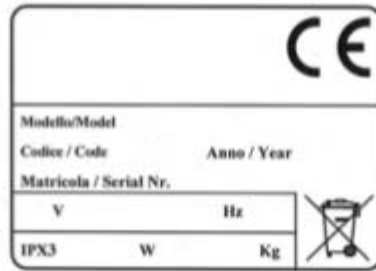

Fig.1 – Abb.1
Внимательно прочитайте указания, приведенные в данной инструкции. Храните ее в легкодоступном месте. Перед подключением прибора убедитесь что напряжение в сети, соответствует напряжению, указанному на табличке (рис. 1). Перед выполнением любой операции отключайте прибор от электросети. Установка должна осуществляться специалистом в соответствии с действующими правилами. Прибор должен быть установлен под вытяжкой и соответствовать стандартам UNI-CIG 7129 и 8723. Это оборудование должно быть использовано только для обжарки пищи в масле.
1. Заводская табличка прикреплена к задней стороне прибора (рис. 1).